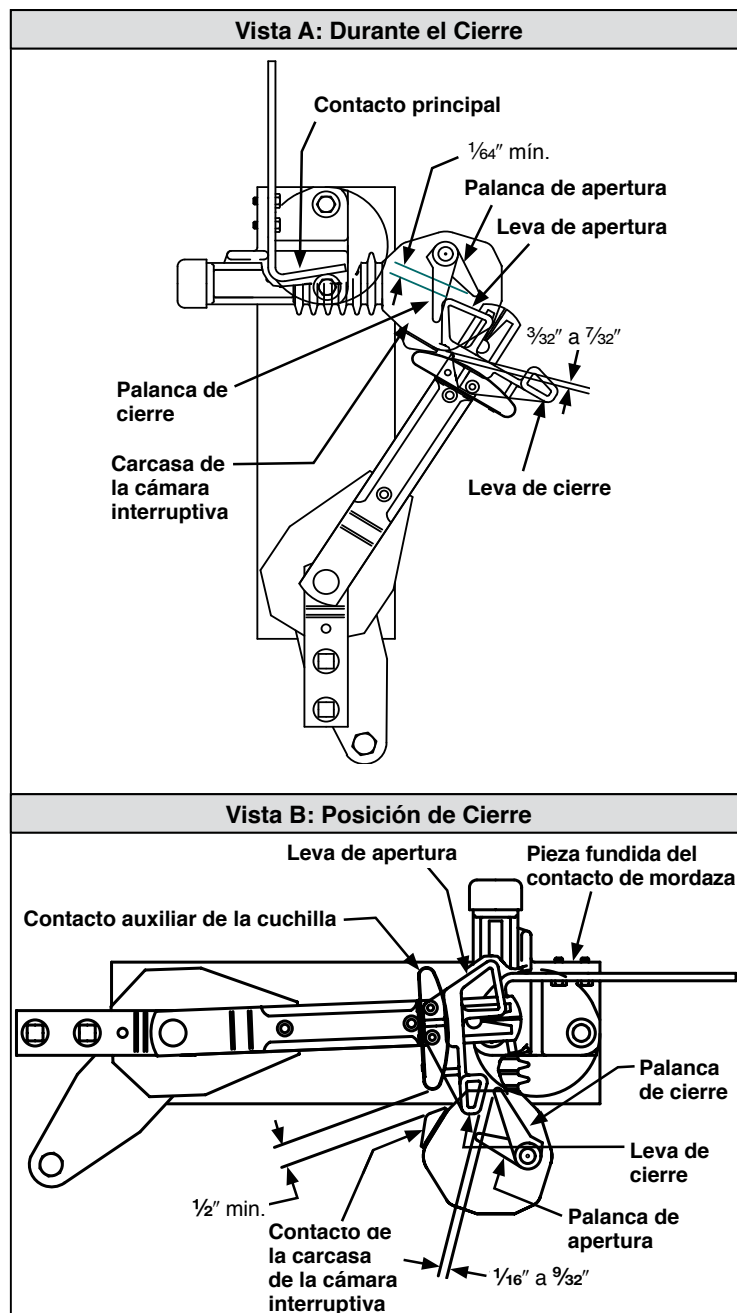

Figura 25. Puntos de verificación del funcionamiento de los interruptores con capacidad de 14.4 kV.
- c. Abra el interruptor y coloque la cuchilla en la posición que se muestra en la Figura 25, Vista A. Se deben cumplir las siguientes condiciones: